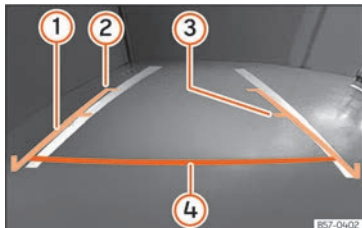

Abb. 201 Anzeige auf dem Bildschirm des Infotainment-Systems: Orientierungslinien.
- Die Beladung des Fahrzeugs verändert die Darstellung der Orientierungslinien »» Abb. 201. Die von ihnen dargestellte Breite verringert sich bei zunehmender Beladung. Achten Sie auf die Umgebung des Fahrzeugs, wenn der Innenraum oder der Gepäckraum beladen sind.
» **Abb. 201**